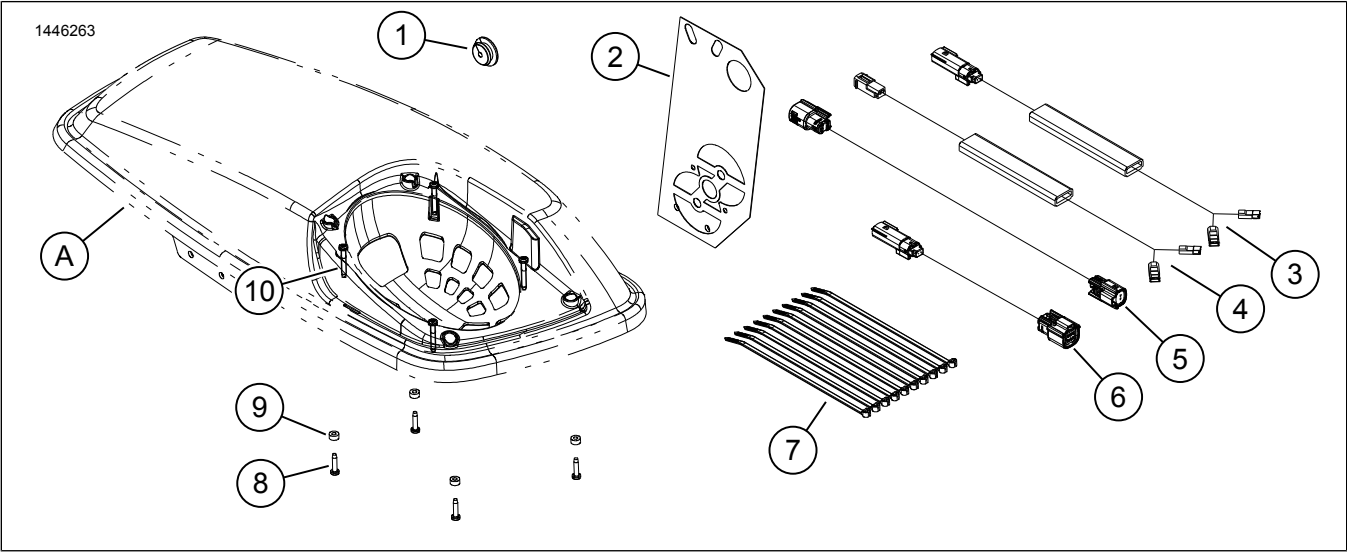

Figura 10. Piezas de servicio, altavoces del fuselaje inferior
1. Vea la Figura 10. Utilice tornillos y arandelas de hardware de altavoz (8, 9, 10) para instalar los altavoces.